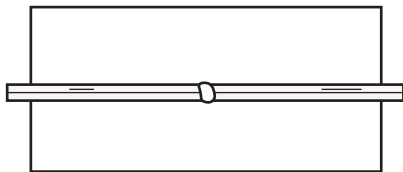

Figura 2
**b.** Mantenga la separación de las piezas durante el punteado usando cuñas (figura 2).